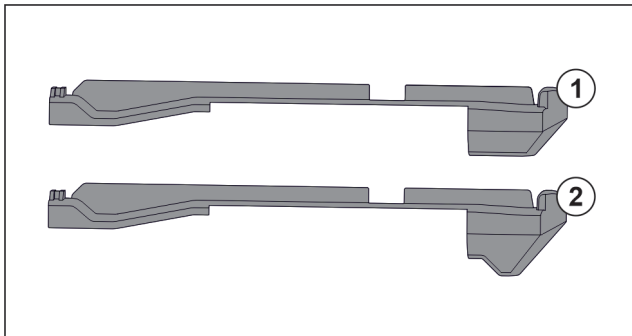

Fig. 119 对比插装件
冰箱中有两种不同的插装件。最底部抽屉上方的插装件 Fig. 119 (2) 有一个三角形的边缘。其他所有的插装件 Fig. 119 (1) 都有一个直的边缘。
- ▶ 将带有三角形边缘的插装件 Fig. 119 (2) 安装在最底部抽屉上方。
- ▶ 将带有直边缘的插装件 Fig. 119 (1) 安装到所有其他的位置上。